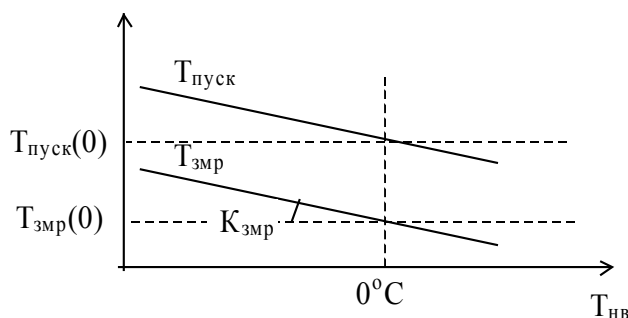

Рис. 3
В режиме прогрева жалюзи закрыты и вентилятор выключен. Регулирование осуществляется по температуре $T_{обр}$, которая доводится до значения $T_{пуск}$, после чего на клапан подается дополнительный «упреждающий» импульс на открытие. Дополнительно может включаться реле, управляющее открытием жалюзи или ТЭН подогрева жалюзи. После заданной задержки прибор переключается в режим вентиляции. $T_{пуск}$ определяется по графику в зависимости от температуры наружного воздуха (Рис. 3).
При снижении температуры $T_{обр}$ ниже значения $T_{змр}$ прибор переключается в режим прогрева с целью предотвращения замораживания калорифера. $T_{змр}$ определяется по графику в зависимости от температуры наружного воздуха (Рис. 3).
- **Тзmr(0)** – минимальная допустимая температура обратной воды при Тнв=0°C (см. Рис. 3);